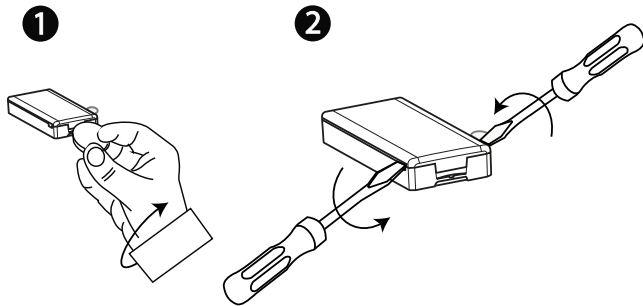

Figura 4: Extracción de la cubierta del dispositivo
1. Quite la tapa. Ver Figura 4.